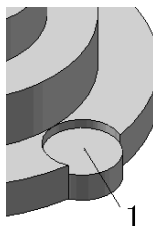
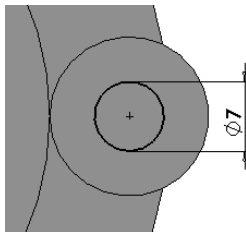

图 7-88 切除拉伸实体 1
图 7-89 绘制切除拉伸 2 草图
4) 切除拉伸实体。单击“特征”控制面板中的 (拉伸切除) 按钮，或选择菜单栏中的“插入”→“切除”→“拉伸”命令，系统弹出“切除-拉伸”属性管理器；在 (深度) 文本框中输入“2”，单击“反向”按钮，单击 (确定) 按钮，拉伸切除效果如图 7-88 所示。
5) 绘制切除拉伸 2 草图。选择如图 7-88 所示的面 1，单击“标准视图”工具栏中的 (正视于) 按钮，将该表面作为绘制图形的基准面，绘制图 7-89 所示的圆并标注尺寸。